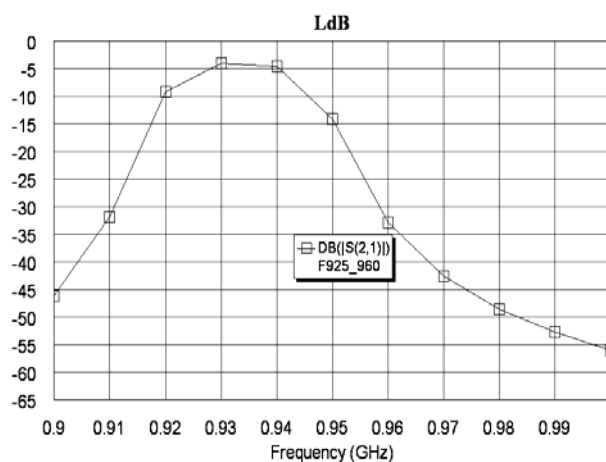

Рис.3.154
6. Сделайте активным окно электромагнитной структуры, укоротите все резонаторы ещё на 1 мм, сдвиньте нижний заземляющий проводник с резонаторами на 1 мм вверх. Затем уменьшите размер **Y-Dimension (mm)** тоже на 1 мм и соответственно измените количество клеток в поле **Y-Divisions**. Выполните анализ. Характеристика (рис. 3.154)